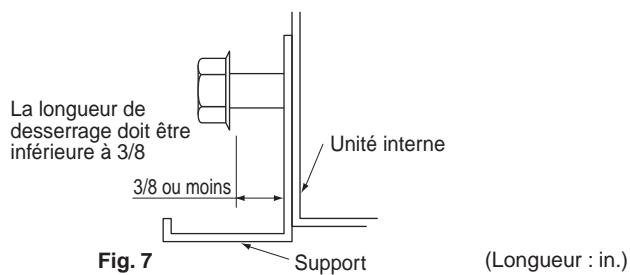

Fig. 7
- Desserrez les 2 boulons (M8) de fixation des supports, situés de chaque côté de ceux-ci (4 points à gauche et à droite), de 3/8 in. maximum. (**Reportez-vous à la Fig. 7, 8**)